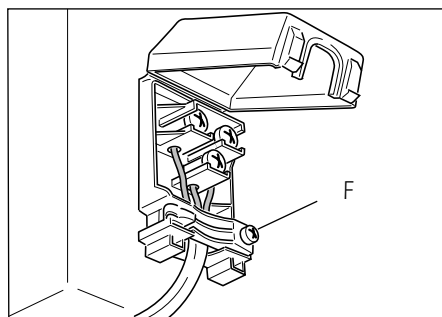

Figure 8
- *Ouvrez le serre-câble en dévissant la vis « F » (Fig. 8), dévissez les vis des bornes et retirez le câble.*